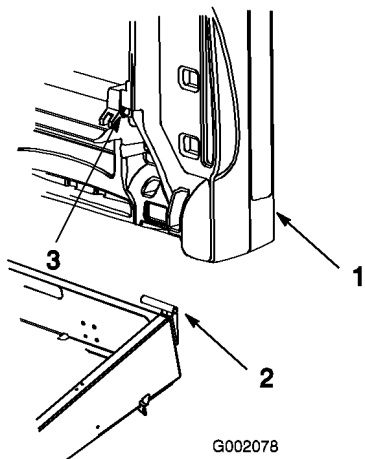

Bild 9
3. Schieben Sie das Befestigungsloch der Pritsche über die Schwenkhalterung (Bild 9).